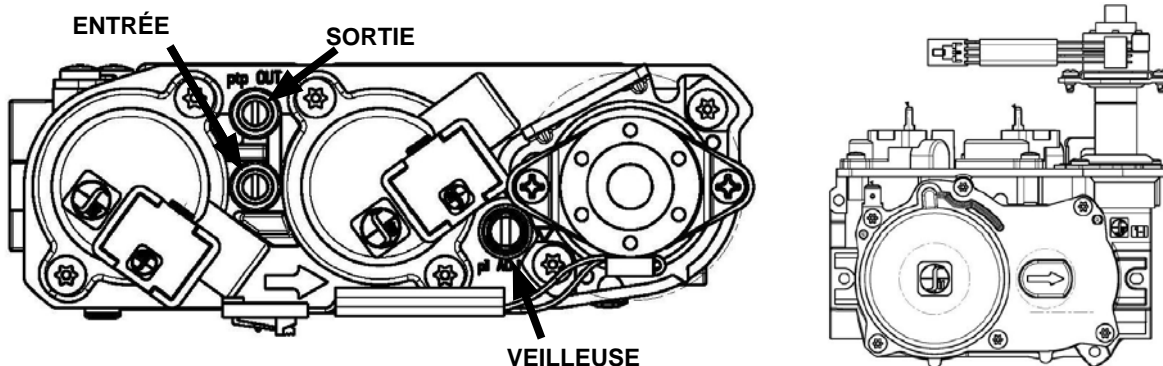

Figure 20.3.01
2. Les raccords de test de pression sont situés sur la face avant de la valve de contrôle de gaz. L'entrée est marquée «IN» et la sortie est marquée «OUT». Voir **Figure 20.3.01**.
Les flammes ne doivent pas avoir de pointes jaunes mais doivent envelopper le détecteur de flamme et l'allumeur à étincelles. On peut les ajuster en tournant la vis de réglage de veilleuse, marquée «PILOT» sur la valve de contrôle de gaz (voir **Figure 20.3.01**).